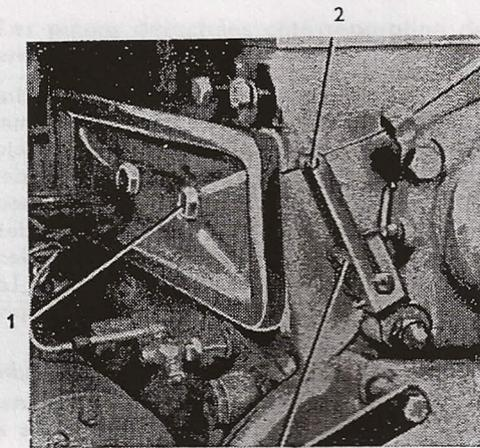

Fig. 83
2. Dévisser deux vis M 10×26 (fig. 83/1) du couvercle latérale droit du carter moteur et déposer ce couvercle (dans le cas du tracteur Zetor 2511 une vis, dans le cas du tracteur Zetor 4511 deux vis et deux couvercles).
3. Desserrer la vis M 4×12 (fig. 83/2) de l'embout du câble sur le levier (fig. 83/3) de la tige de décompresseur. Dans le panneau au dessous du tableau de bord dévisser l'écrou M 12 et retirer la tirette de commande du décompresseur en bloc avec le câble.